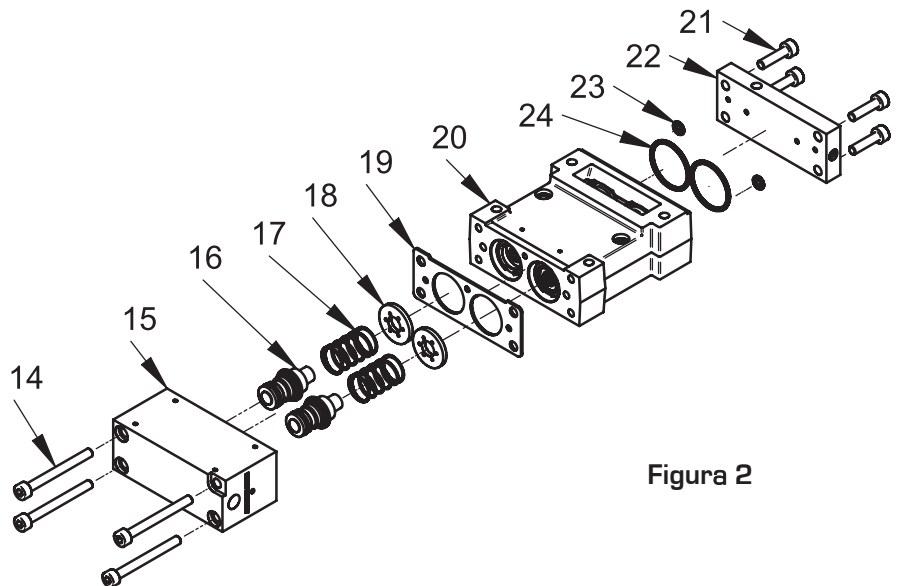

Figura 2
(Instruções 6 - 8 referem-se a Figura 2).
12. Lubrifique levemente dois O-rings (26) e instale-os com os anéis de backup (27) nos pistões principais (28).
13. Lubrifique levemente os O-rings (31) e instale nas hastes (32).
14. Lubrifique levemente os O-rings (26), (36), e (35) e instale nas luvas dos pistões de retorno (37).
15. Lubrifique levemente os O-rings (39) e os instale nos pistões de retorno (38). Também lubrifique levemente a superfície externa do pistão de retorno (38).
16. Lubrifique levemente o O-ring do poppet da alimentação (34).
17. Para remontar, coloque a montagem do poppet (29) na ranhura conforme figura. **Atenção:** Cheque a orientação da haste (32). Insira a haste com o O-ring (31) do lado de baixo da válvula através da montagem do poppet (29) dentro da ranhura.
18. Instale os componentes a partir do final como exibido. Certifique-se que a montagem dos poppets (29) estão corretamente assentados no espaçador de exaustão (30). Após apertar as contra-porcas (25), aprox. 9 in-lb, gire as peças internas e verifique se a montagem dos poppets (29) esta uniforme.
19. A montagem da válvula agora esta ao contrário de como estava no início, exceto que agora esta com novas vedações. **Atenção:** Com a parte inferior da válvula remontada primeiro [alojamento do reset (15) da figura 2], os pistões principais da válvula não irão retornar totalmente quando pressionados manualmente, isto é normal.
20. O alojamento do reset (15) e base dos pilotos (22) da figura 2 só irão girar em um sentido devido ao padrão do parafuso.
21. Verifique na Figura 2 a orientação correta da vedação (19). Use a figura 1 para a correta orientação das vedações (11 & 6).